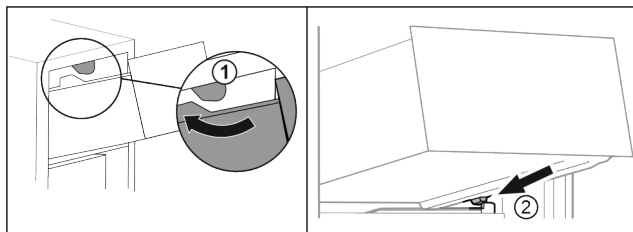

Fig. 132
- Umetnite ladicu oko gornjih zaustavljača. Fig. 132 (1)
- Stavite ladicu ukoso iza donjih zaustavljača na žlijeb spremnika. Fig. 132 (2)